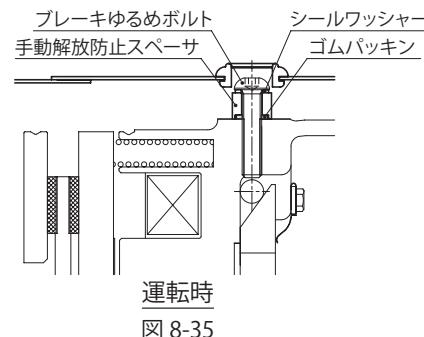

図 8-35
- (2) ブレーキを解放した後、再び元の状態に復帰させる場合は、安全のため(1)で取り外した手動解放防止用スペーサとゴムパッキン③を元どおりに取り付け、ブレーキゆるめボルト②をしっかりと締めてください。(図 8-35 参照)